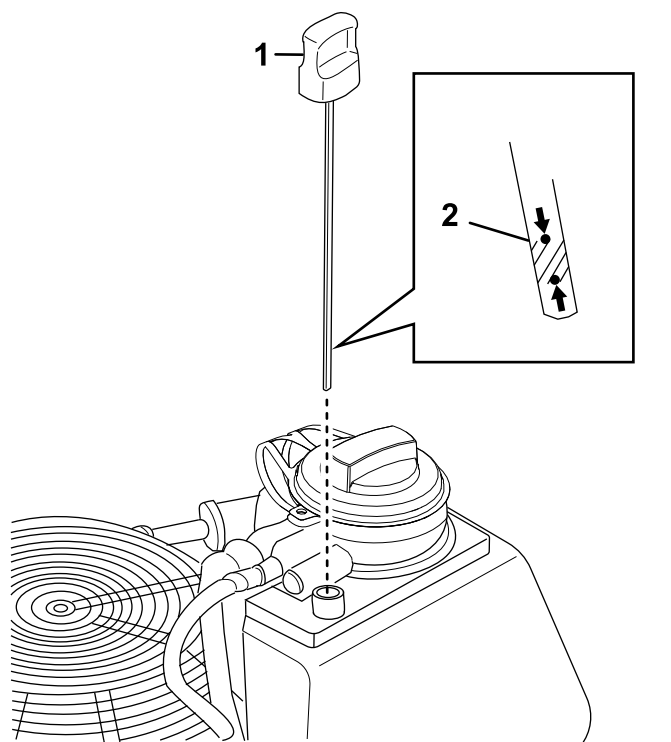

Figura 44
4. Retire la varilla y límpiela con un trapo (Figura 44).
6. Retire la varilla y compruebe el nivel de aceite. El aceite debe llegar al indicador de Lleno de la varilla (Figura 44).